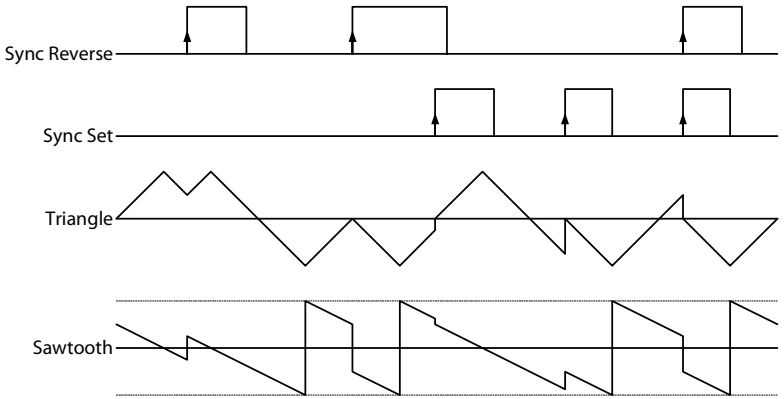

Abb. 6b Synchronisation Reverse und Set
**Value**-Regler: eingestellt worden ist. Er kann auf alle Werte, die das Dreieck annehmen kann ( $\pm 4$  V) gesetzt werden. Die aktuelle Verlaufsrichtung des Dreiecks wird jedoch beibehalten. Wird es also z.B. kurz vor Erreichen seines unteren Minimalwertes auf Null gesetzt, wird es seinen Weg erneut nach unten fortsetzen. Man kann aber die *Set*-Funktion mit den anderen Syncs kombinieren, wenn man einen stets definierten *Set-Value* und Verlauf haben will. Das wäre dann der klassische Hardsync. Abb. 6b illustriert das für den Wert 0 des *Value*-Reglers.